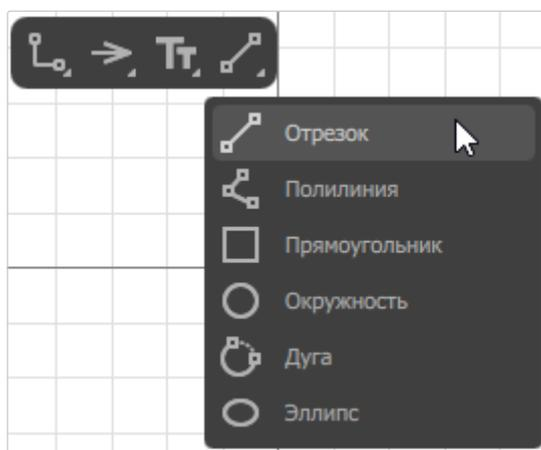

Рисунок 39. Инструменты графических примитивов на панели инструментов
- 2) В раскрывшемся списке выбрать инструмент «Отрезок», «Полилиния», «Прямоугольник», «Окружность», «Дуга» или «Эллипс» (см. рисунок 39).